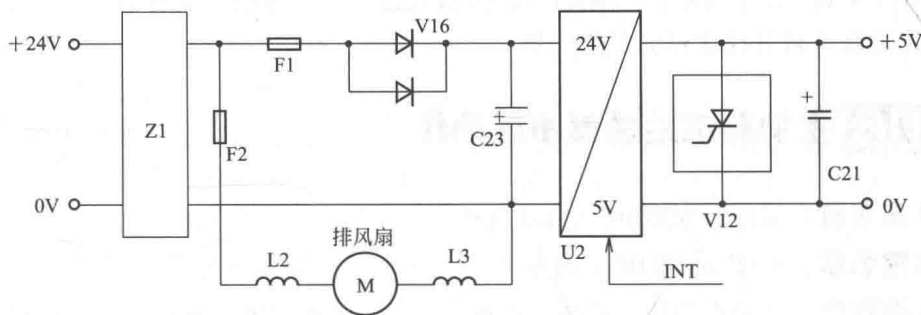

图 1-2 是 DC24V/DC5V 电源转换电路
(1) 检查机床的强电回路，输入和输出电压都正常。
(2) 再测量 24V 直流电源，也在正常状态，而且排风扇可以运转。但是当 NC-ON 端子短接后，系统不能启动。
(3) 测量 +5V 电源，其电压为 0V，这说明电源模块中存在着故障。
(4) 图 1-2 是 DC24V/DC5V 电源转换电路。这个电路并不复杂，Z1 是滤波器，对输入的 DC24V 电源进行滤波。V16 是保护二极管，U2 是 DC24V/5V 转换集成电路，V12 是输出电压调节和滤波组件。
(5) 检测电路中的各个元件，发现熔断器 F1 烧断，但是其后级并没有元器件短路。分析认为，可能是突然停电造成 F1 偶然熔断。